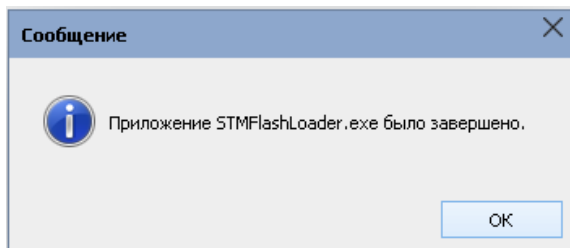

Рис. 18 – Сообщение об успешном обновлении
9. Успешному результату процесса обновления соответствует сообщение (Рисунок 18).